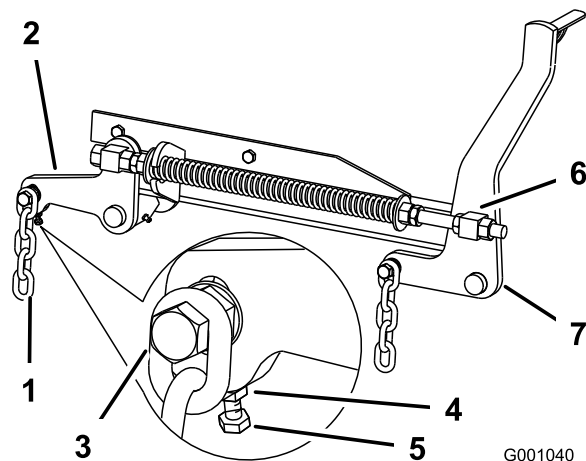

Figura 84
8. Si las medidas realizadas en las posiciones **B** o **C** no son correctas, afloje el perno que fija la cadena trasera al brazo de soporte trasero (Figura 84).
8. Afloje la contratuerca situada debajo del brazo de soporte trasero y ajuste el perno de ajuste hasta obtener una medida de 80 a 83 mm; consulte Figura 84.
7. Afloje las contratuercas de pivote delantero, en la parte delantera de los pivotes derecho e izquierdo, unos 13 mm (Figura 84).
8. Ajuste las tuercas de elevación en el lado izquierdo y derecho de la máquina hasta obtener una distancia de 6 a 10 mm menos en la parte delantera en **A** que en la parte trasera, en **B** (Figura 84).